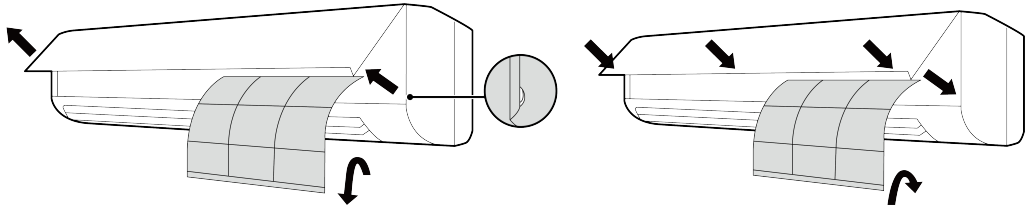

Fig. 7.2
Límpielo cada 3 meses; cuando el entorno de uso tenga mucho polvo, debe limpiarse con más frecuencia. (1) Retire el filtro de aire. Como se muestra en la Fig. 7.2, abra el panel de superficie sosteniendo ambos extremos de la ranura en la dirección de la flecha,